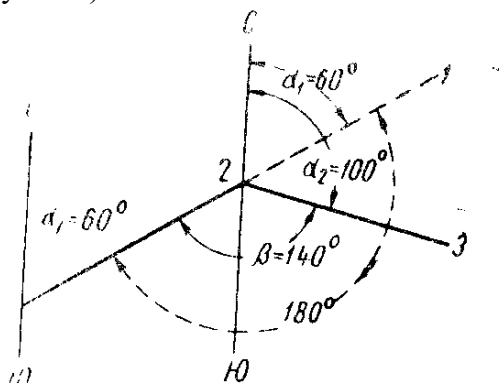

Рис. 5. К вычислению дирекционных углов по правым измеренным углам.
**Пример.** Дан дирекционный угол  $\alpha_1 = 60^{\circ}$  линии 1-2 и угол  $\beta = 140^{\circ}$  (правый по ходу), образованный линиями 1-2 и 2-3. Требуется вычислить дирекционный угол  $\alpha_2$  линии 2-3 и ее румб (рисунок 5).
Как видно из рис. 5,  $\alpha_2 = \alpha_1 + 180^{\circ} - \beta_{\text{прав.}}$ , или  $\alpha_2 = 60^{\circ} + 180^{\circ} - 140^{\circ} = 100^{\circ}$ , соответственно